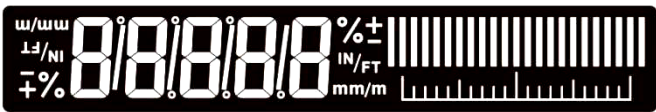

Рис. 3
- На дисплее (11) отображается шкала из 23 делений, имитирующая пузырьковый уровень (рис. 3).